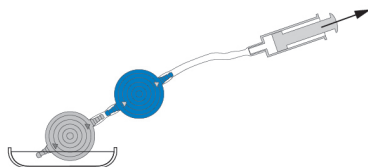

Fig. 24: Kontrol af gennemtrængelighed
M.blue plus XABO bør udluftes inden implantationen og kontrolleres for gennemtrængelighed. En så skånsom påfyldning af ventilen kan ske ved aspiration ved hjælp af en steril engangssprøjte, der er anbragt på den distale kateterende. Ventilen tilsluttes distalt og holdes i en steril fysiologisk saltopløsning. Når der kan udtages saltopløsning, er ventilen permeabel (Fig. 24).